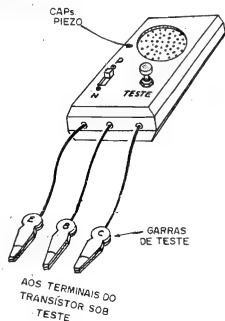

Fig.6
- **FIG. 6 - O ACABAMENTO DO MPDT** - Já dissemos isso um "porrão" de vezes, mas vamos - insistentemente - repetir: para que haja praticidade e conforto no uso, enfatizando a eficiência e a rapidez, um bom instrumento de teste **requer** um acabamento (cai-